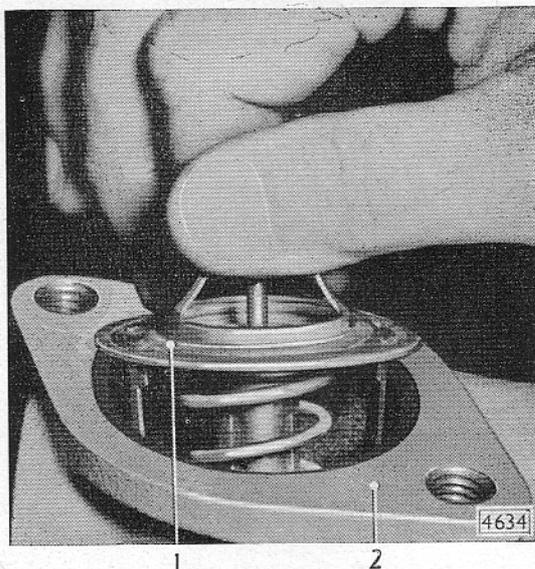

Bild D 5 - Thermostat herausnehmen
2. Sechskantschrauben am Wasserauslaufstutzen lösen, Wasserauslaufstutzen und Dichtung ausbauen, Thermostat herausnehmen (Bild D 5).
Thermostat richtig herum einsetzen (siehe Bild D 5). Auf dem Bügelsteg befindet sich ein Pfeil mit dem Hinweis „TO RAD.“ = zum Kühler, der die Durchflußrichtung und damit die Einbaulage kennzeichnet.